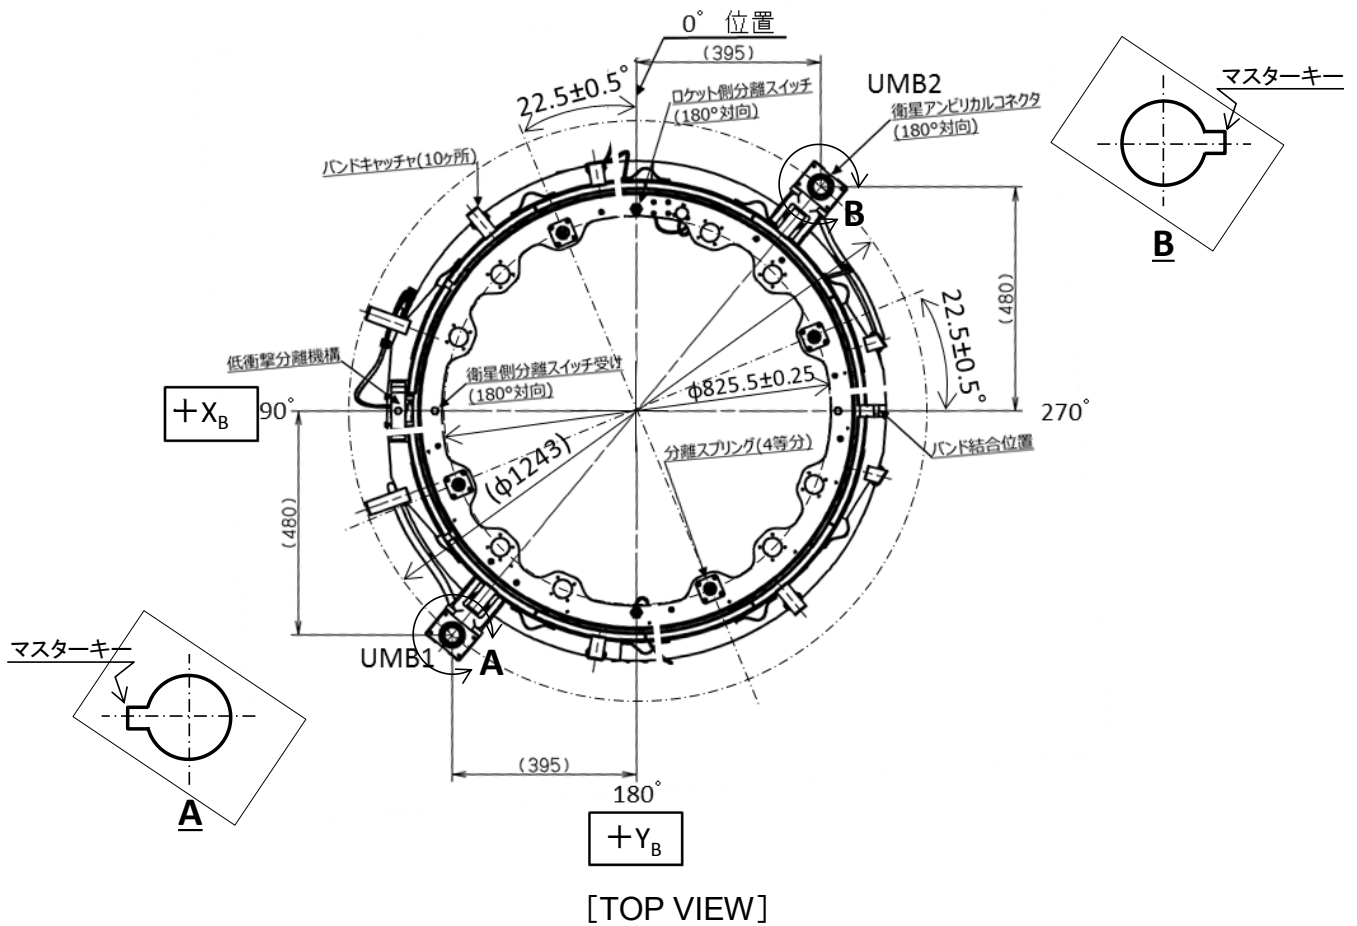

図 A3-2 ロケット側分離スプリング及びアンビカルコネクタ配置
- ・ロケット側分離スプリング及びアンビリカルコネクタ配置 : 図 A3-2